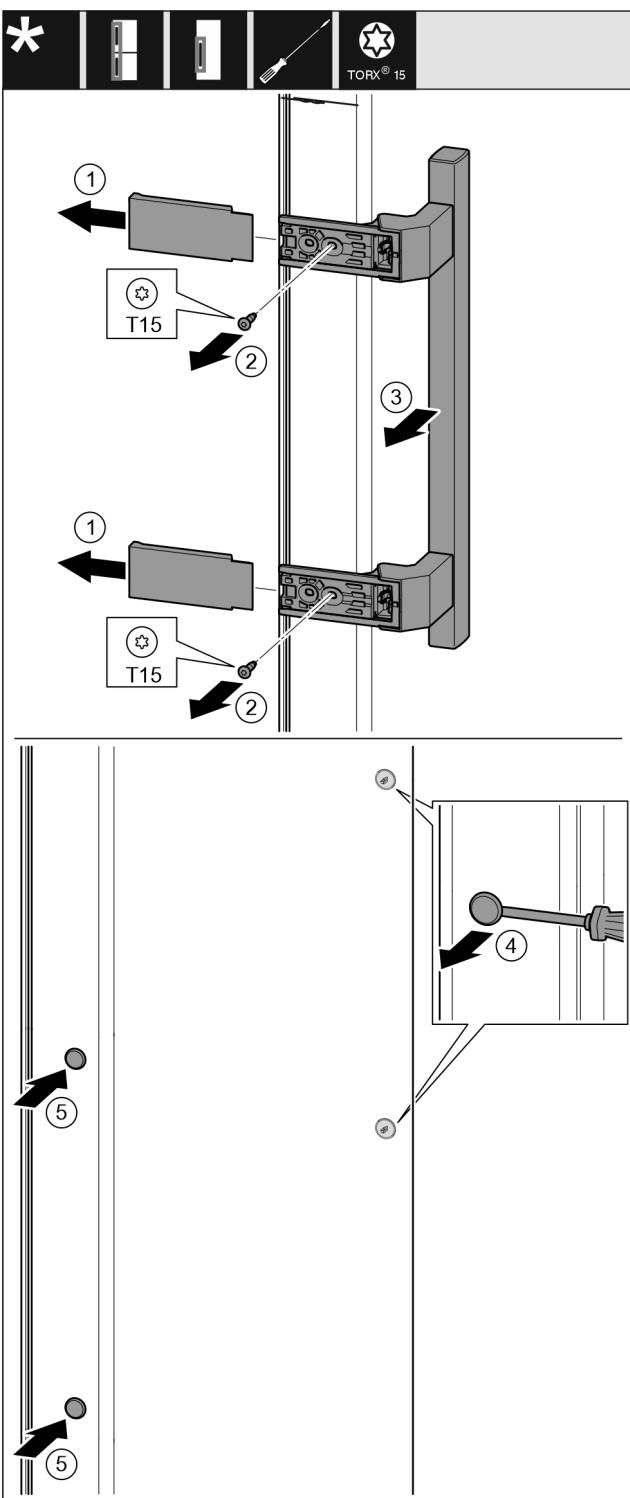

Fig. 19
- Зніміть кришку. Fig. 19 (1)
- Викрутіть гвинти за допомогою викрутки Torx 15. Fig. 19 (2)
- Зніміть ручку. Fig. 19 (3)
- За допомогою шліцевої викрутки обережно підніміть бокову заглушку та витягніть її. Fig. 19 (4)
- Вставте заглушку з іншого боку. Fig. 19 (5)